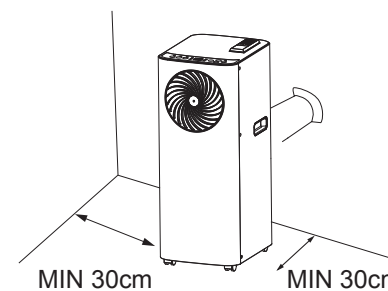

Abb. 5
Bei Bedarf kann das Gerät auch halbpermanent installiert werden (Abb. 5). Fahren Sie wie folgt fort:
- Setzen Sie das im Lieferumfang enthaltene Wandflanschzubehör (15) ein.
- Setzen Sie ein weiteres Schlauchende in die zuvor befestigte Vorrichtung ein, wie in (Abb. 5) dargestellt. Wenn der Schlauch nicht benutzt wird, setzen Sie die Kappe (15) auf den Abluftanschluss, um das Loch in der Wand zu bedecken.